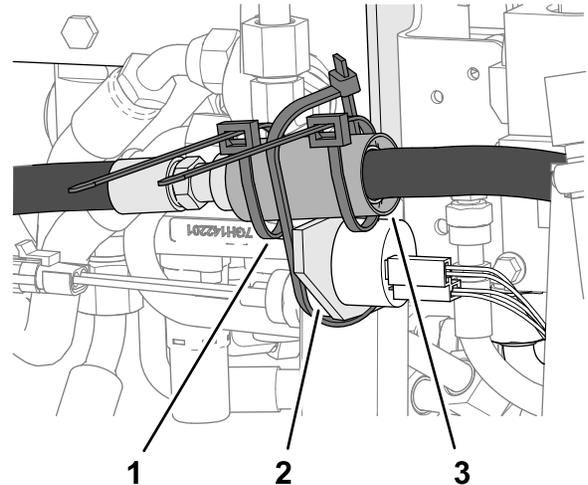

Figura 27
5. Avvolgete i raccordi diritti dei 2 flessibili con il protettore del flessibile, e fissate il protettore ai raccordi con 2 fascette per cavi (Figura 27).
6. Fissate il protettore e i flessibili alla staffa della valvola come illustrato nella Figura 27.